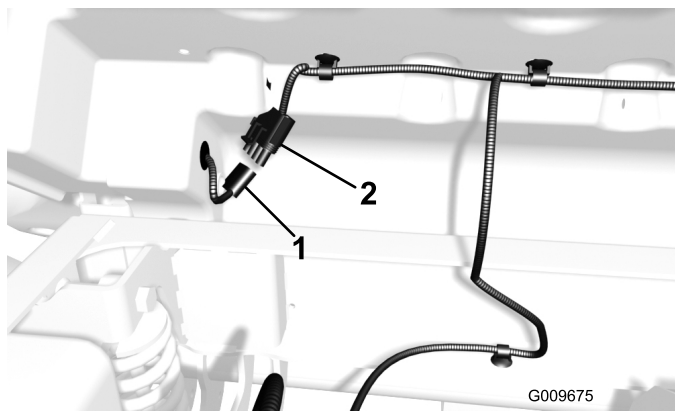

Bild 25
5. Schließen Sie den linken und rechten Rücklichtanschluss (flach, 4 Phasen) an die passenden durch die Ladepritsche verlegten Buchsen an, die von den Rücklichtern kommen (Bild 25).